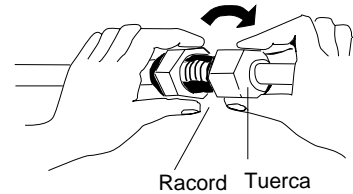

Fig. 7-5
3. Para una conexión correcta, alinee los 2 tubos, luego enrosque ligeramente la tuerca en el racord « Flare ». (Fig. 7-5)